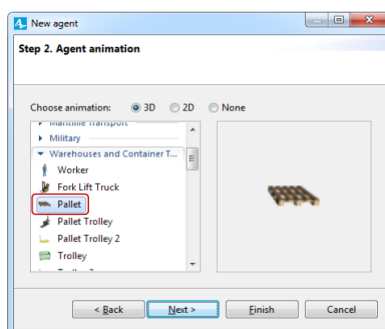

Рисунок 12.11 – Піддон
- натисніть кнопку «Готово» (рис. 12.11).